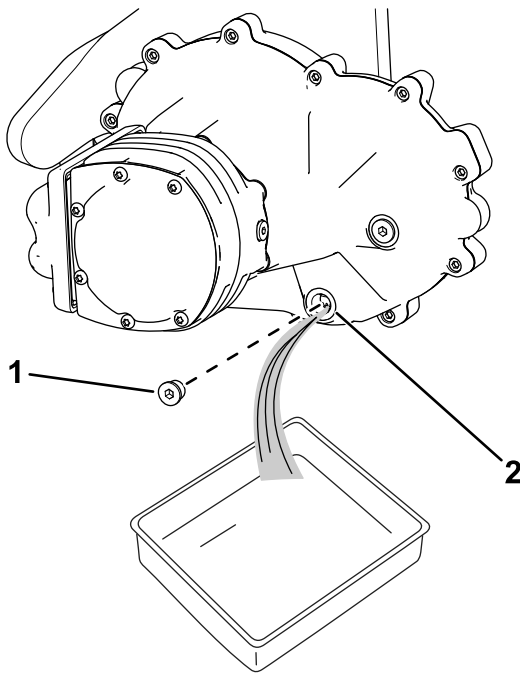

Figura 11
1. Coloque un recipiente debajo del conjunto del motor de rueda (Figura 11).
2. Retire el tapón del orificio de vaciado (Figura 11)
5. Instale el tapón de vaciado en el orificio de vaciado (Figura 11).